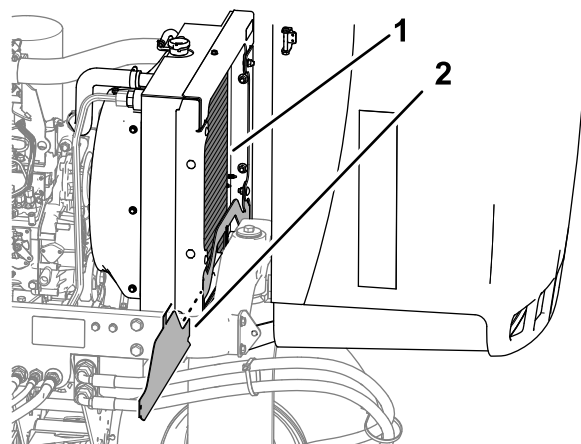

Figura 78
4. Rimuovete il carter del radiatore inferiore (Figura 78).
5. Pulite accuratamente con acqua o aria compressa entrambi i lati dell'area del radiatore (Figura 78).